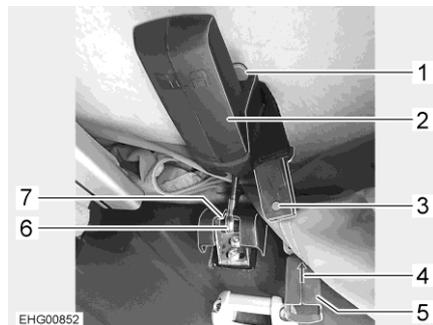

Fig. 27 Bloccaggio, tetto a soffietto posteriore (C 530)
- Aprire la serratura a scatto (Fig. 27,5) sui due lati. A tale scopo, premere il rispettivo bottone automatico grigio (Fig. 27,3) e separare le due parti della serratura a scatto.
- Spingere la leva rossa (Fig. 27,1) verso l'alto. In questo si sblocca la maniglia nera (dicitura SCA) (Fig. 27,2).
- Tirare verso il basso la maniglia nera (dicitura SCA) (Fig. 27,2).
- Rimuovere il perno (Fig. 27,6) dal supporto (Fig. 27,7).